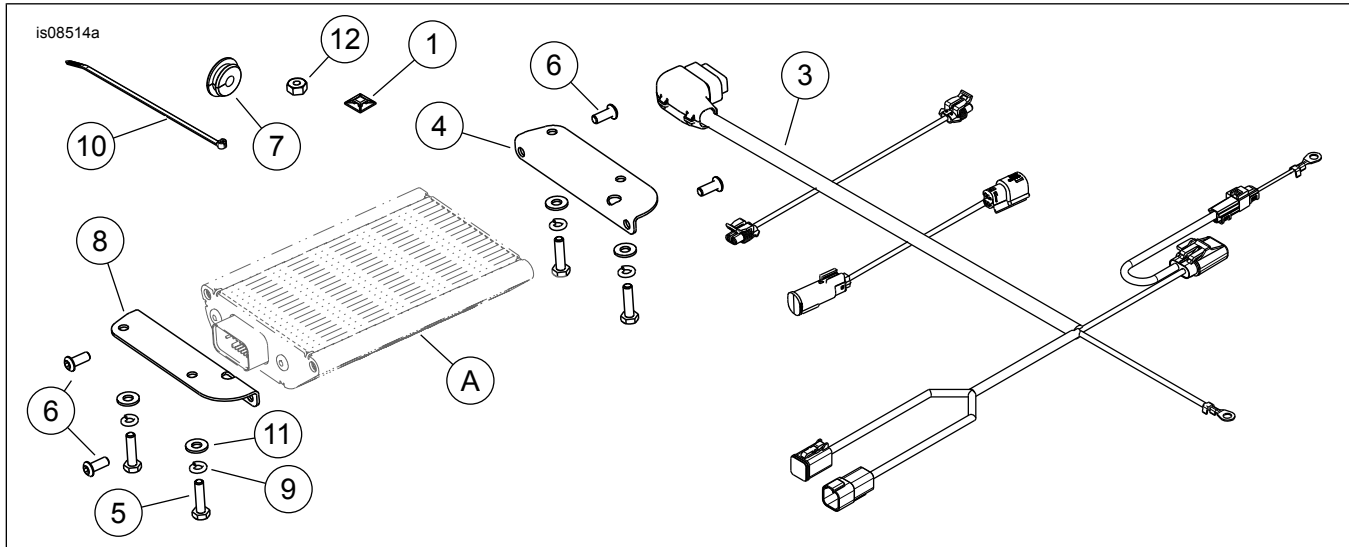

Figura 5. Piezas de servicio, Instalación del kit del amplificador
Vea Figura 5 y Tabla 1.
1. Limpie la etiqueta de capacidad dentro del Tour-Pak con una mezcla de 50:50 de alcohol isopropílico y agua destilada. Vea Figura 5. Aplique la **nueva** etiqueta de capacidad (2) del kit para cubrir la etiqueta original. Tenga en cuenta el límite de carga revisado debido a la instalación del amplificador.
2. Instale las piezas de soporte (4 y 8) al amplificador (A) con tornillos (6). Ajuste alternadamente los tornillos.
*Estos agujeros son para los conductores [36TB] y [37TB] del arnés del amplificador (Figura 5, artículo 3), que se conectan durante la instalación del kit de altavoces Boom! Audio Stage II para Tour-Pak.*